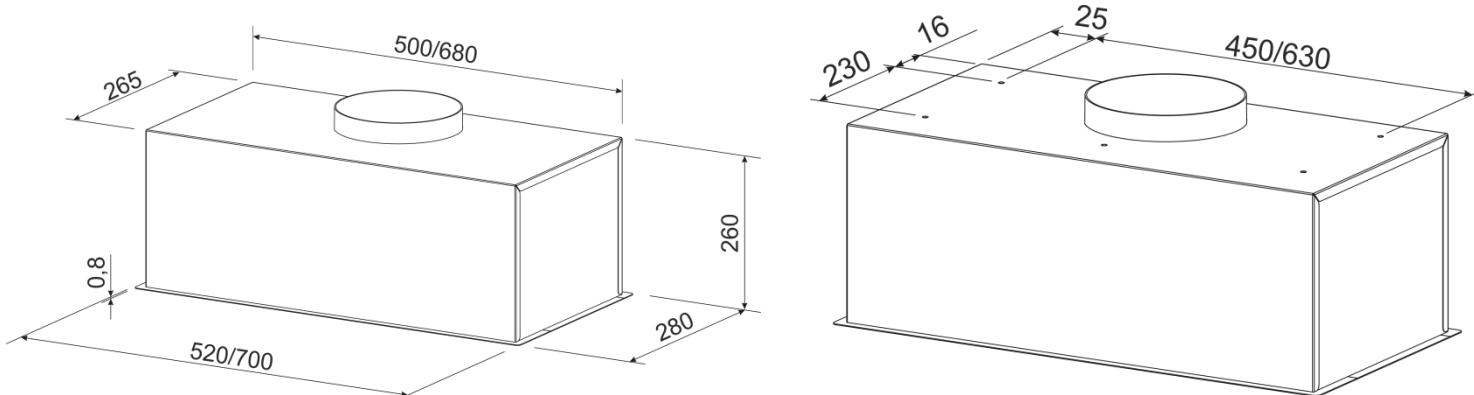

Рис.4
6.4 З врахуванням встановленої висоти і умовою прилягання витяжки до дна нижньої полки навісної меблевої шафи по раніше виготовленому паперовому шаблону розмітьте і виріжте прямокутний отвір згідно габариту **AxB** (рис.4) вмонтованої частини витяжки.
6.6.1 Виготовте паперовий шаблон з координатами отворів (рис.4), прикладіть шаблон до полиці меблевого гарнітура (рис. 5.1).